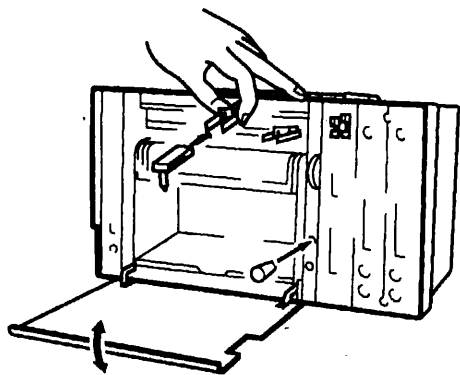

図2-2.
- ④ 図2-2に示す要領で左手でペンホルダを押え右手でペンを十分にさし込み取付けを確認します。
(3) ペン取扱上の注意
- ① 記録を休止して1日以上放置するときは、ペンにキャップをかぶせてください。2~3日放置するとインク乾きを起します。
- ② ペン先を叩いたり削ったりするとインクづまりの原因になります。